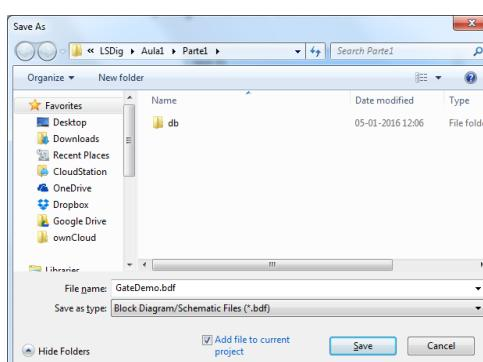

Figura 14 – Caixa de diálogo para gravação do ficheiro “GateDemo.bdf”.
- 7.** Grave o ficheiro, cujo nome deverá ser “GateDemo.bdf” (Figura 14).